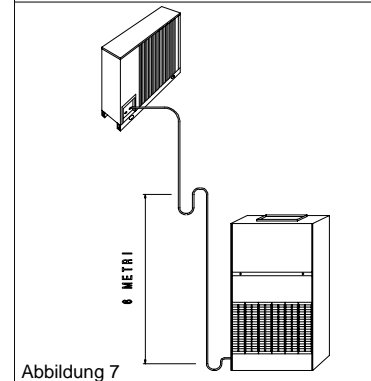

Abbildung 7
- Bei senkrechtem Gefälle außer dem bodenseitigen Verschluss ebenfalls alle 6 Meter einen Ölsiphon vorsehen (s. Abb. 7).